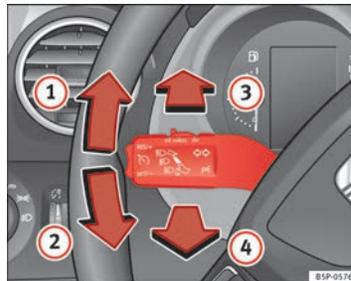

Fig. 77 Palanca de intermitentes y de luz de carretera
- Desplace la palanca hacia arriba hasta el tope ⇒ fig. 77 ① para encender el intermitente **derecho** o bien hacia abajo ②, para encender el intermitente **izquierdo**.
- Si las luces de cruce están activadas pulse la palanca hacia adelante ⇒ fig. 77 ③ para encender la luz de carretera.
- Pulse la palanca hacia el volante ⇒ fig. 77 ④ para apagar la luz de carretera.